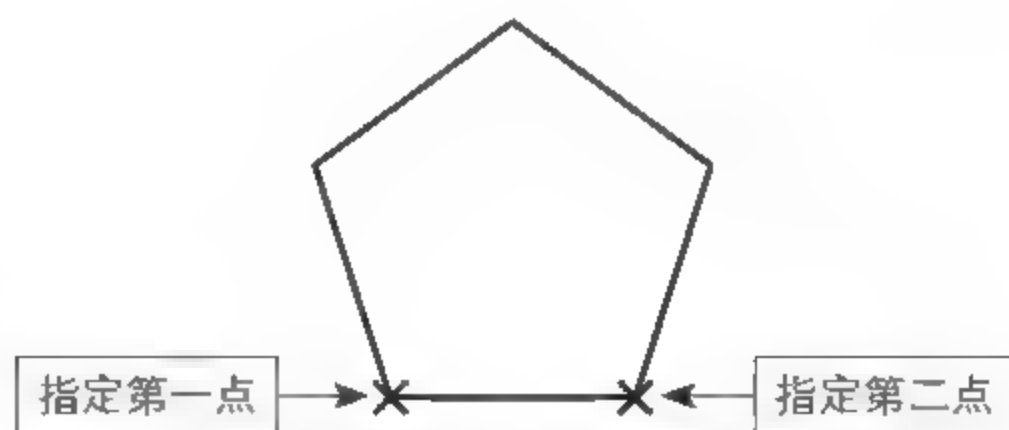

图3-148 指定边长绘制图形
- 边 (E)：通过指定多边形边的方式来绘制正多边形。该方式将通过边的数量和长度确定正多边形，如图3-148所示。